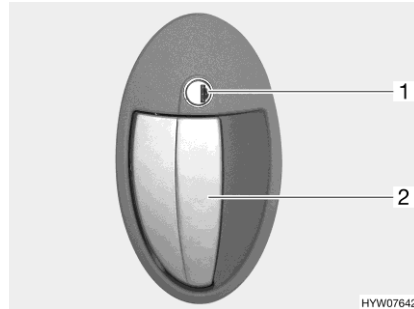

Bild 36 Dörrlås (bodelsdörr, utsida)
- Stick in nyckeln i låscylindern (Bild 36,1) och vrid den medurs tills dörrlåset låses upp.
- Drag i dörrhandtaget (Bild 36,2). Dörren är öppen.
- Stick in nyckeln i låscylindern (Bild 36,1) och vrid den moturs tills dörrlåset har låsts.